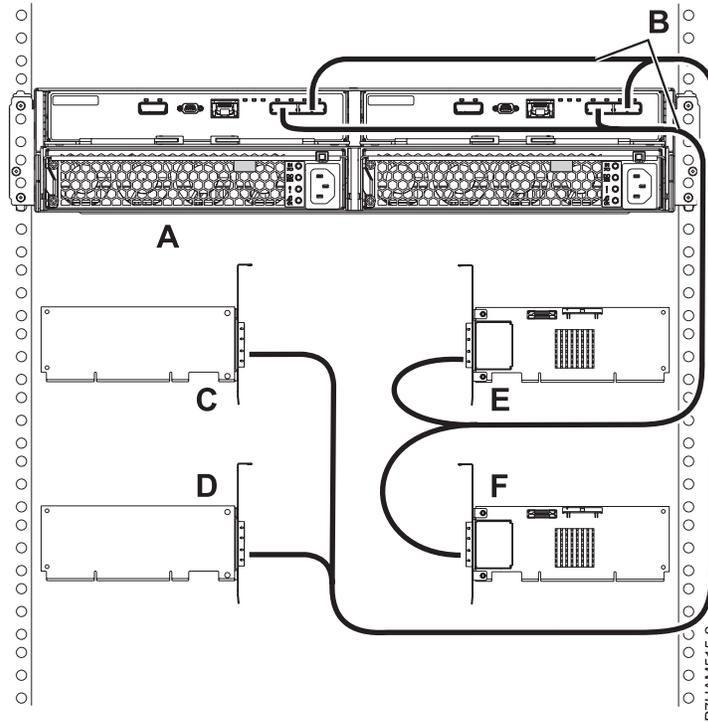

Figure 43. Mode 4 de connexion d'un boîtier d'unité de disque 58/87 via des câbles X à quatre adaptateurs SAS indépendants
17. Effectuez la connexion de mode 4 d'un boîtier d'unité de disque 58/87 (A) via des câbles X (B) à quatre adaptateurs SAS indépendants, comme illustré dans la figure 43, à la page 78.